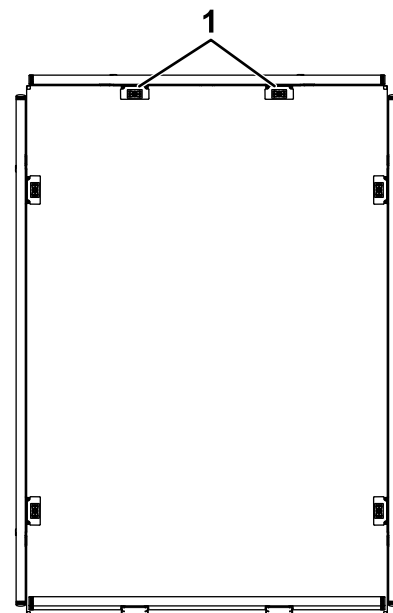
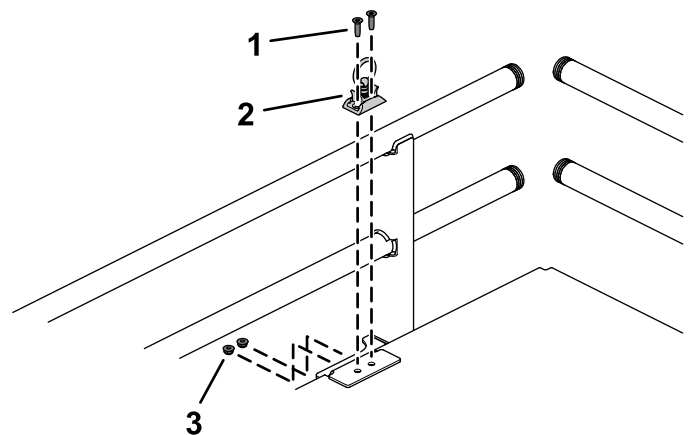

Bild 7
Bild 8
1. Befestigen Sie die Halterung mit zwei Schrauben an den in Bild 7 abgebildeten Stellen (Bild 8).